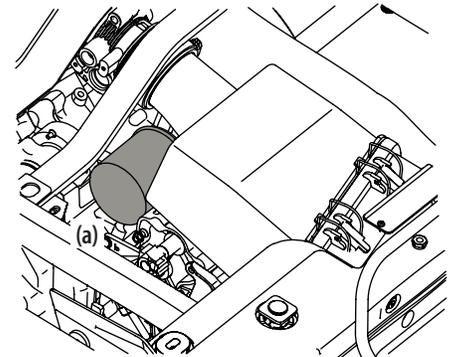

Figure 5-20
2. Retirez le filtre à huile (a). Voir Figure 5-20.